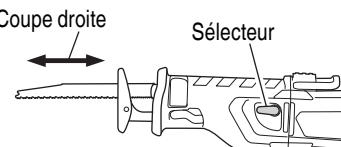
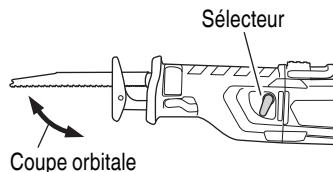

Fig. 10
Fig. 11
Le premier est la coupe droite, dans laquelle la lame se déplace de façon linéaire, et le second est la coupe orbitale, dans laquelle la lame se déplace de haut en bas, et d'avant en arrière. (Fig. 10, Fig. 11)
Pour effectuer une coupe orbitale, déplacer le sélecteur dans le sens de la longueur. Normalement, sélectionner la coupe orbitale pour couper des matériaux tendres, comme le bois, etc. La coupe orbitale est efficace parce que la lame pénètre de force dans le matériau. (Fig. 10)
(3) Utiliser la molette pour régler la vitesse de la lame en fonction des conditions de travail et du matériau.
(4) La coupe s'effectuera en toute facilité si l'on règle le sélecteur sur la position de coupe droite (Fig. 10).
- (2) Le rendement de coupe sera efficace si l'on règle la vitesse de la lame sur le chiffre "6" de l'échelle de la molette
(3) Le rendement de coupe sera efficace si l'on règle le sélecteur sur la position de coupe orbitale (Fig. 11). Ou bien, l'on obtiendra des coupes nettes en réglant le sélecteur sur la position de coupe droite (Fig. 10).